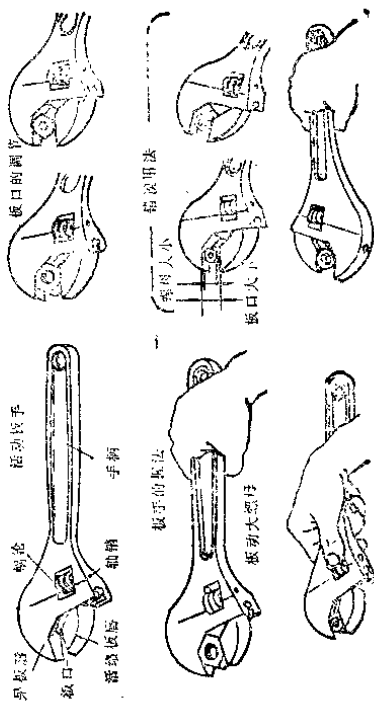

图1—9 活动扳手使用方法
2、梅花扳手（图1—10）。梅花扳手也称星形扳手。当螺母和螺栓头周围空间狭小，不能容纳普通扳手时，采用这